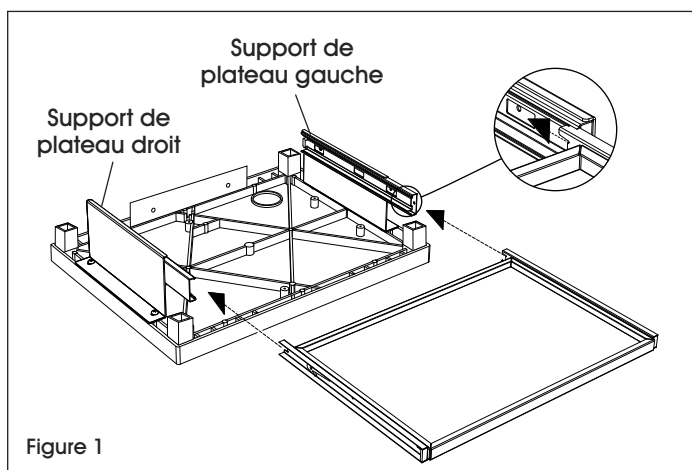

Figure 1
3. Faites glisser le plateau pour clavier dans les support de plateau et enclenchez les en place. (Voir Figure 1)